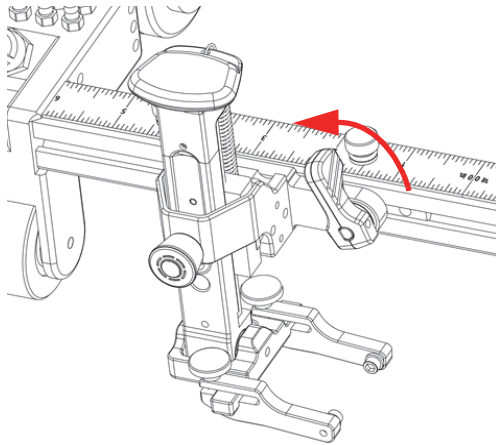

Abbildung 2-14 Positionshebel entriegelt
1. Drehen Sie den Positionshebel gegen den Uhrzeigersinn, um den Sensorhalter (Abbildung 2-14 auf Seite 46) zu lösen.